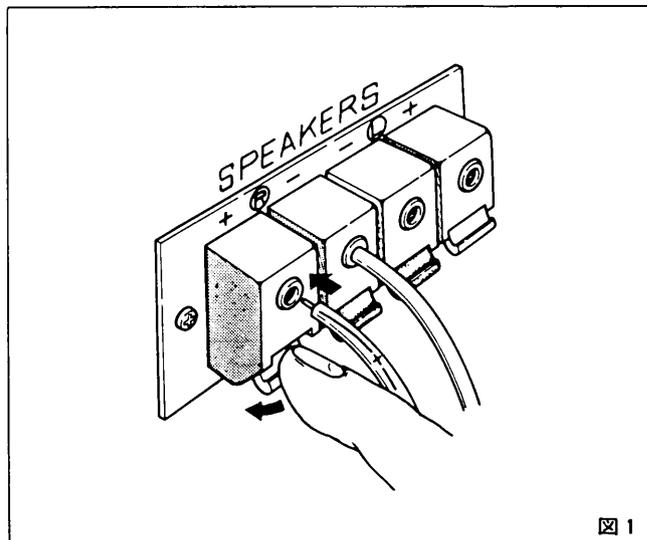

図1
- ① リアパネルのSPEAKERS端子へ、向って左側のスピーカーシステムのコードをL端子、右側のスピーカーシステムのコードをR端子に、位相(+、-)を確認してから接続してください。まちがえて接続すると低音のそこなわれた不自然な再生音になってしまいますから注意してください。(図1)
- ② スピーカー接続端子は、プッシュ式で図1のように下のレバーを押すと外側の穴と内側の穴が合いますので、そこへスピーカーコードの先端をさし込み、レバーを離しますとコードは、しっかりロックされます。接続が不完全ですとスピーカーから音が出ない場合がありますので、スピーカーコードがしっかりロックされているか接続した際に確認しておいてください。(図1)